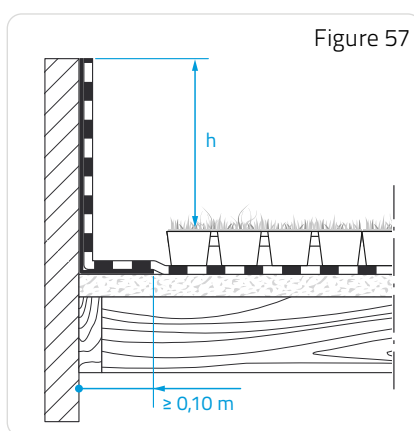

Figure 57
□ Costières en tôle d'acier galvanisé rapportées (Figure 57).